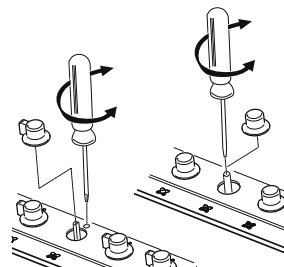

Рис. 8: настройка минимума
2. Изъять рукоятку газового вентиля и с помощью настроечного болта [Рис. 8] который находится внутри или сбоку штока крана (в зависимости от моделей) достигнуть минимального регулируемого пламени. При наличии 2-ходового газового крана [Рис. 12-13] имеются 2 винта для регулировки минимума